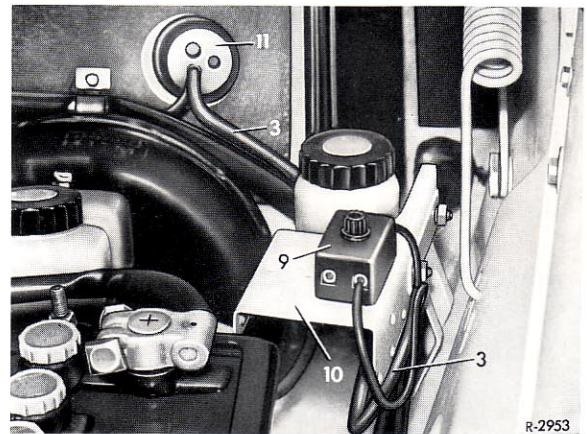

Bild 67-1/9
9. Bei allen Typen, außer den Typen 250 S bis 300 SEL/8 6.3, unterhalb der Instrumententafel Halter (12) mit den Linsenblechschrauben (13) befestigen (Bild 67-1/14 und 15 bzw. 14 und 16).